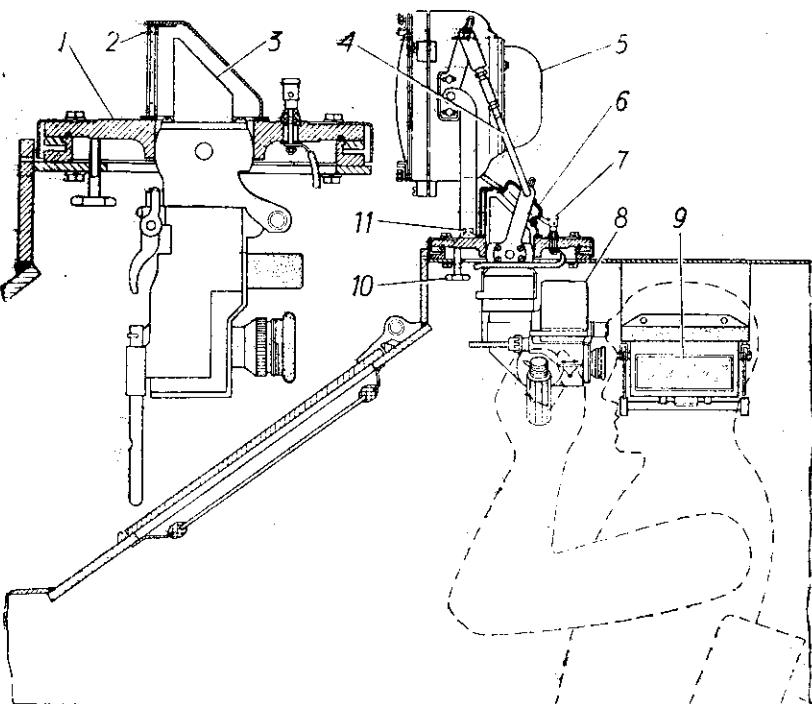
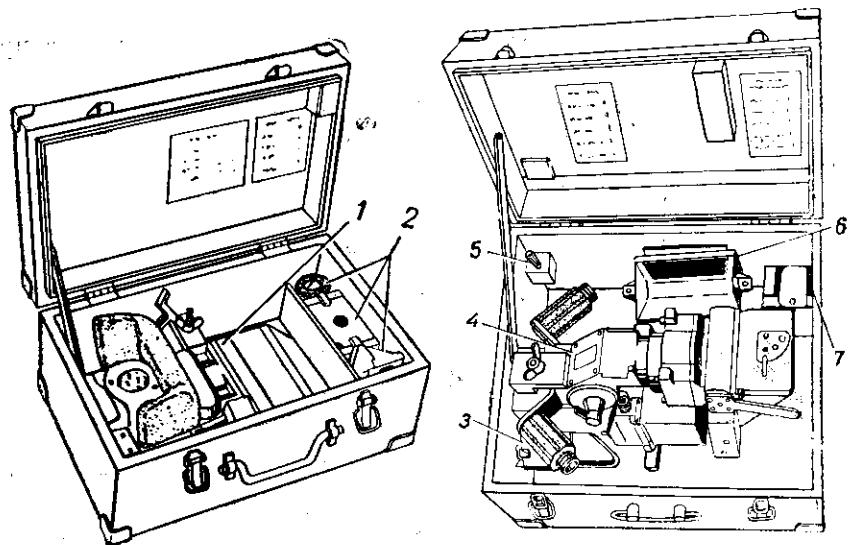

Рис. 106. Установка приборов наблюдения командира:
Рис. 107. Укладка приборов наблюдения:
- в) запасных частей и принадлежностей, размещенных в ящике укладки прибора (рис. 107, А),
- запасных частей и принадлежностей, размещенных в ящике укладки прибора (рис. 107, Б);
Прибор ТКН-1С в рабочем положении находится в щитке прибора на лобовом листе корпуса машины (см. рис. 106) и крепится в нем фиксаторами.
- выньте из ящика укладки защитный колпак 6 (рис. 107) прибора ТКН-1С и установите его на щиток взамен защитного колпака 2 (см. рис. 106) прибора ТПКУ-2Б, который уложите в ящик;
- отпустите контргайки на тяге 4 (см. рис. 106), соединяющей осветитель с прибором;